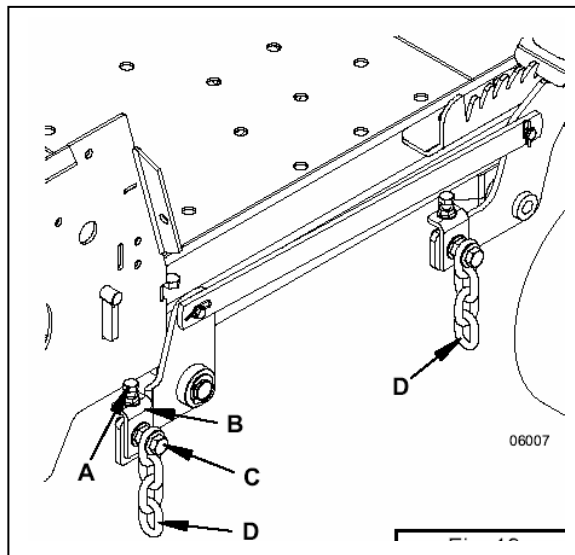

Fig. 18
6. Find justeringsskruen (A) på højre bageste klipperophæng (se fig. 18).
7. Løsn kædebolten (C) på højre bageste klipperophæng lidt og juster på beslaget (B).
8. Juster klipperdækslets bageste del i højre side op eller ned efter behov, så det svarer til klipperens bageste del i venstre side ved at dreje justeringsskruen (A) med uret (op) og mod uret (ned).
9. Drej justeringsskruen (A) indtil afstanden fra knivblade ned til gulvet er den samme i begge sider.
10. Når knivbladene er nivelleret fra side til side, spændes kædebolten (C) godt fast.